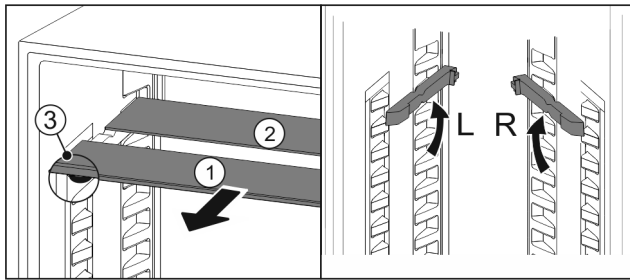

Fig. 29
- estrarre i ripiani di vetro singolarmente tirando in avanti Fig. 29 (1).
- ▷ Il piano in vetro Fig. 29 (1) con il motivo ornamentale è nella parte anteriore.
- ▷ I fermi Fig. 29 (3) sono rivolti verso il basso.